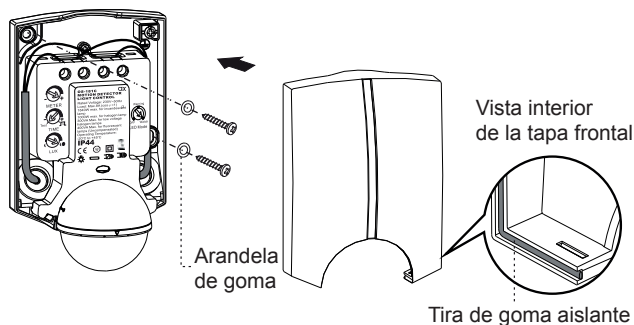

FIG.8
último, coloque la tapa frontal y ajústela con los tornillos. (Ver FIG. 8)
- La tapa frontal lleva en su interior adherida una tira de goma, no la retire y asegúrese de que su ajuste a la tapa es perfecto. (Ver FIG.8)